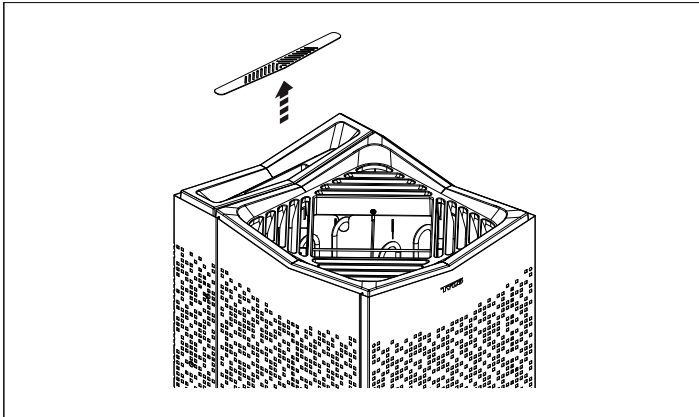

Abbildung 8: Reinigen des Duftkonzentratbehälters/Luftbefeuchters und des Kräuterbeckens
1. Nehmen Sie das Kräutersieb vom Kräuterbecken (Abbildung 8) ab.